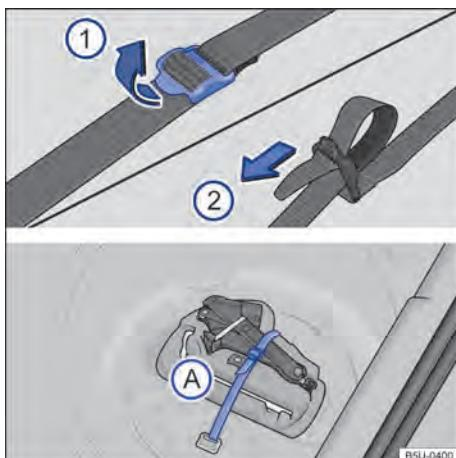

Fig. 105 No compartimento de bagagem: cinta de fixação da caixa de ferramentas e caixa de ferramentas de bordo.
Para soltar a cinta de fixação → Fig. 105 (A), puxar a fivela no sentido da seta (1).
- Com um pano macio, remover cuidadosamente a poeira e a sujeira das palhetas dos limpadores do para-brisa → Fig. 105.